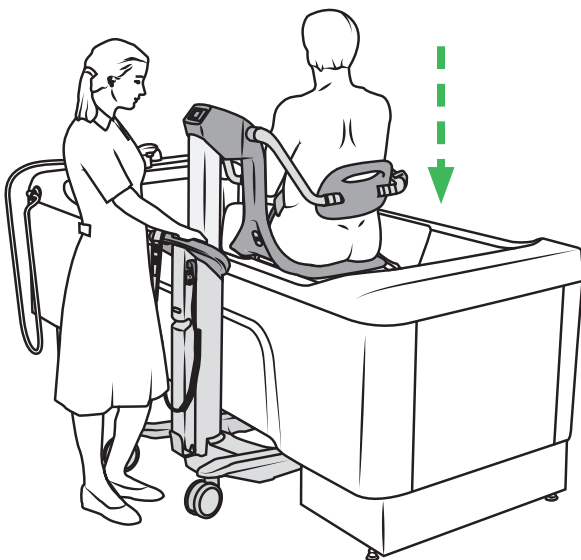

Figure 28
9. Positionner le fauteuil élévateur d'hygiène à une hauteur de travail ergonomique. Voir la section Figure 28.